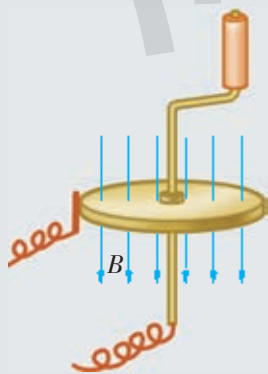

图 1-37
3. 图 1-37 是法拉第制作的世界上第一台发电机的结构原理图。把一个铜盘放在磁场里,使